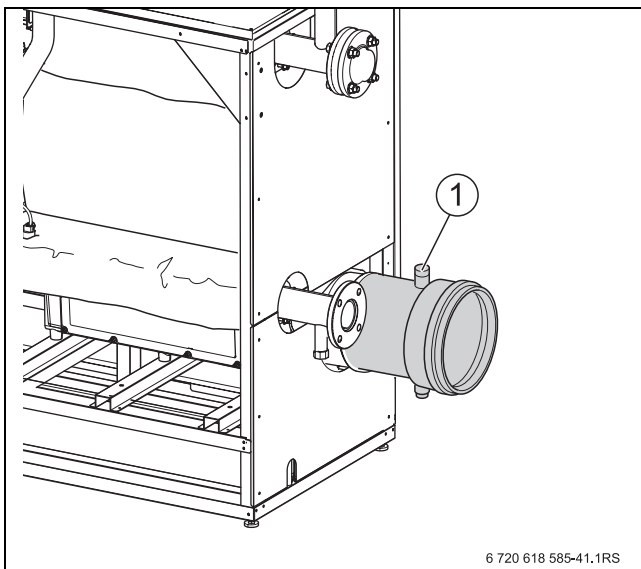

Рис. 36 Проведение замеров
- ▶ Введите измерительный датчик через отверстие для измерений в дымовой трубе (→ рис. 36, стр. 38) в центр потока и проверьте содержание CO₂.